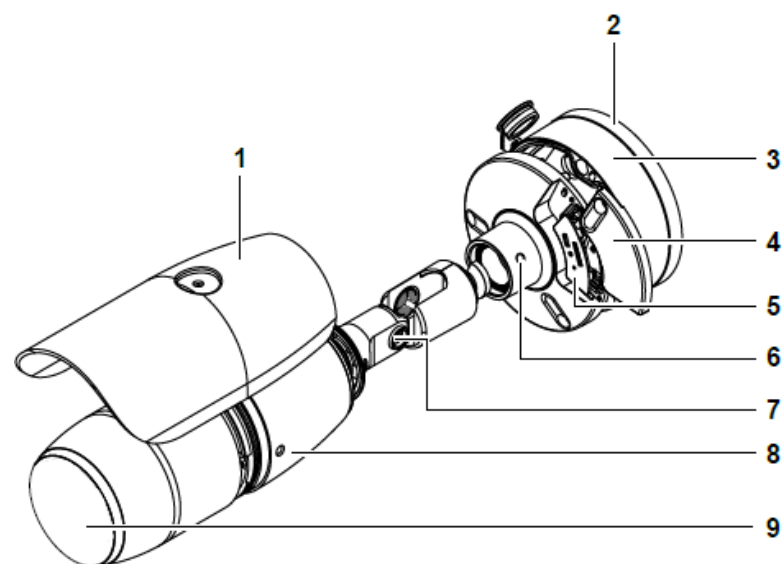

Figura 1
Parti della telecamera: Figura 1
4. Tenere la piastra di montaggio (2) (Figura 1) sulla superficie, allineare i fori sulla piastra di montaggio con i fori di Ø 5 mm e fissare saldamente la piastra di montaggio sulla superficie con le quattro viti.
5. Svitare le tre viti sulla base della telecamera (3) (Figura 1) per rimuovere la telecamera dalla base.
10. Fissare saldamente il corpo della telecamera (8) (Figura 1) alla base della telecamera con le tre viti.
- Svitare la vite (6) (Figura 1) e inclinare il corpo della telecamera.
- Allentare la vite a testa zigrinata sullo schermo parasole (1) (Figura 1) per spostarlo in avanti e indietro sul corpo della telecamera.